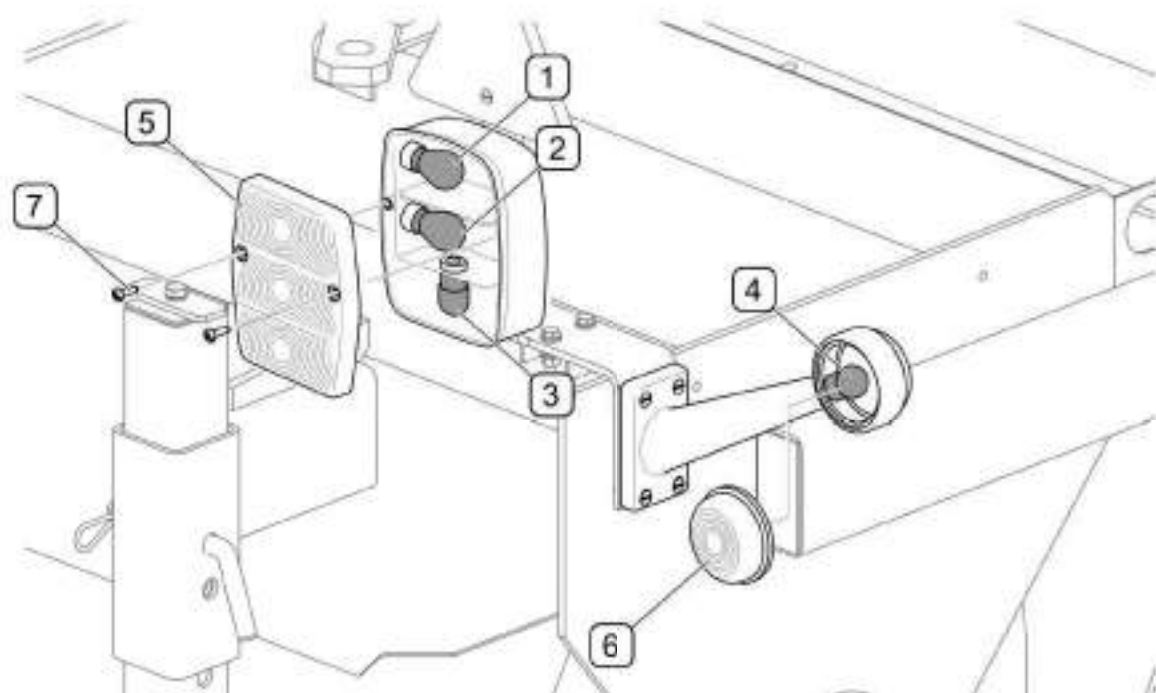

РИСУНОК 5.11А Замена лампочек.
Обслуживание электрической системы сводится к периодическому контролю функционирования системы полива и световой сигнализации (опция). После подсоединения к 7-пиновому разъему на тракторе проверьте функционирование световой сигнализации. Если перегорит лампочка в блок-фаре, нужно отвинтить винты (7) , крепящие колпак (5) фары, и заменить лампочку (РИСУНОК 5.11А). Для замены лампочки габаритного фонаря необходимо вынуть колпак (6) из эластичного корпуса.